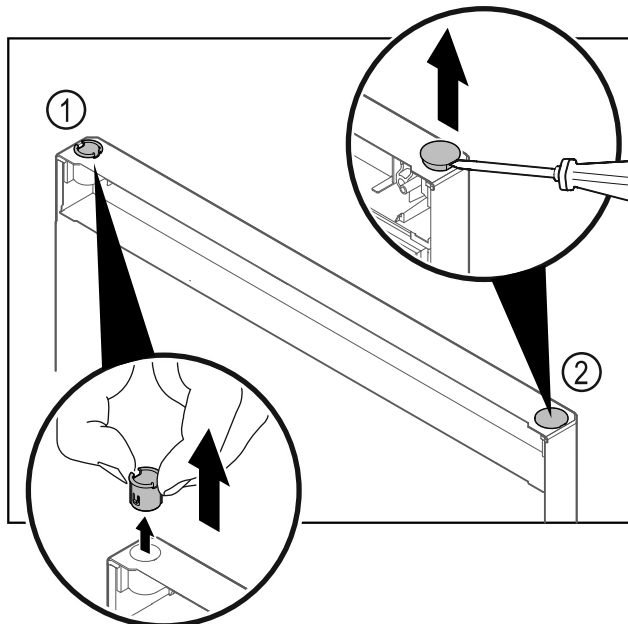

Fig. 18
- Scharnierbuchse Fig. 18 (1) mit den Fingern herausziehen.
- Abdeckstopfen Fig. 18 (2) vorsichtig mit einem Schlitzschraubendreher anheben und herausziehen.